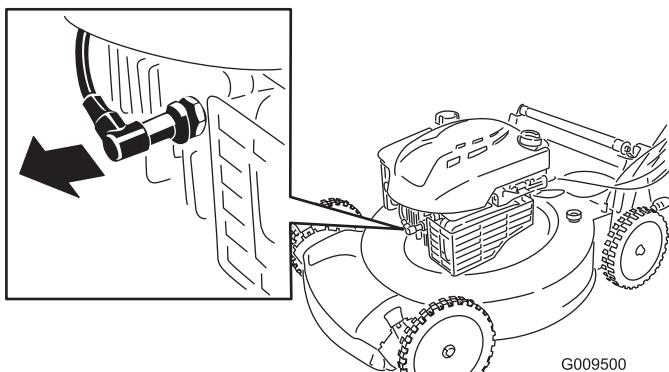

Figure 20
- Débranchez la bougie (Figure 20) avant de procéder à un quelconque entretien.